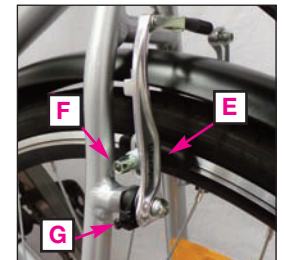

Abb. 13
Die Einstellung der V-Brakes ist an Vorder- und Hinterrad gleich. Zuerst müssen die Bremsschuhe **E** parallel zur Felge ausgerichtet werden (siehe Abb. 13):
1. Zum Einstellen des Abstands an der Schraube **G** drehen (siehe Abb. 13).